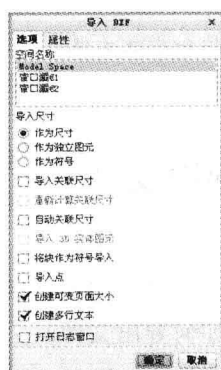

图 12-121 “导入 DXF”对话框
Step 03 单击“打开”按钮,弹出“导入 DXF”对话框,如图 12-121 所示。